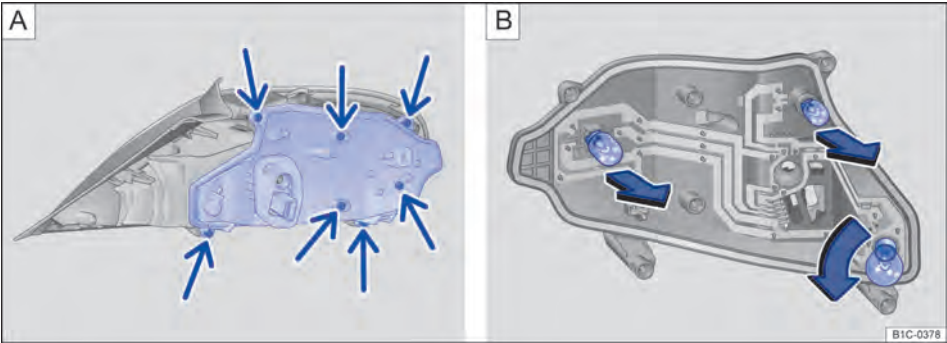

Fig. 185 A: desinstalar o suporte das lâmpadas. B: lâmpadas incandescentes no suporte das lâmpadas.
8.	Desaparafusar os parafusos de fixação ⇒ Fig. 185 A (setas) com a chave de fenda das ferramentas de bordo ⇒ Página 278.
10.	Substituir a lâmpada incandescente queimada por uma lâmpada incandescente nova do mesmo modelo ⇒ Fig. 185 B.
11.	Montar o suporte das lâmpadas na lanterna traseira. Apertar os parafusos de fixação ⇒ Fig. 185 A com a chave de fenda.